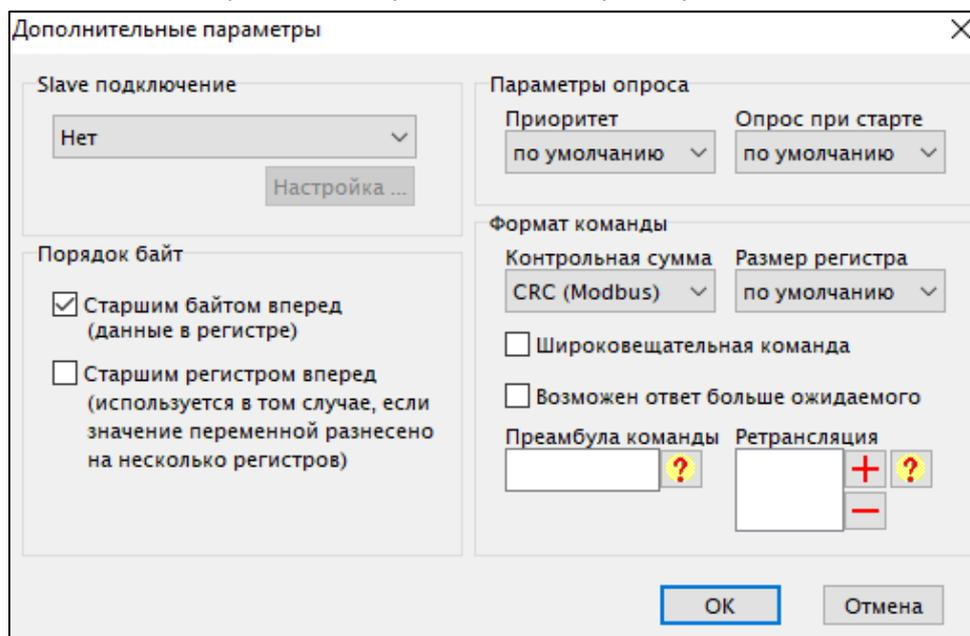

Рисунок 3.8 – Дополнительные параметры
4. В том же окне настройки параметров узла следует нажать кнопку **Параметры** в области **Дополнительно**. Откроется окно **Дополнительные параметры**. Нужно убедиться, что стоит галочка на **Старшим байтом вперед** (см. рисунок 3.8). Это необходимо для правильного приема значений регистра.